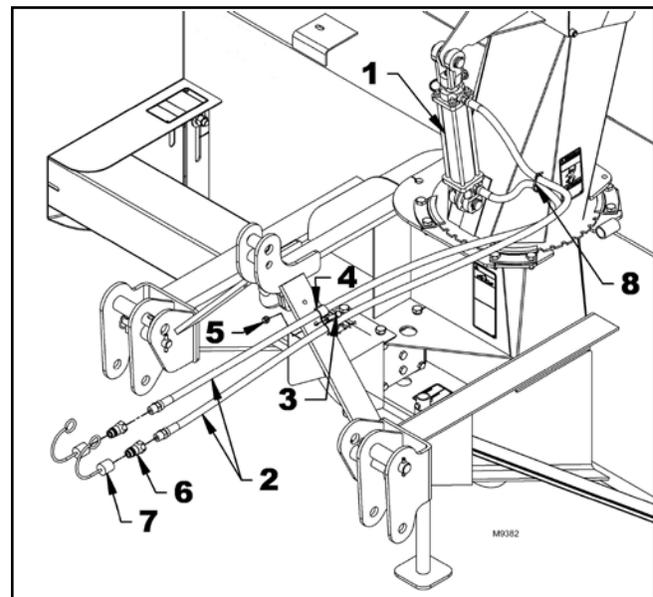

Figure 25. Assemblage des tuyaux hydrauliques
4. Figure 25 : A l'aide d'un produit d'étanchéité pour filetage, raccordez l'extrémité 1/2 NPT de chaque tuyau (article 2) à un raccord rapide (article 6) et à un capuchon anti-poussière (article 7).